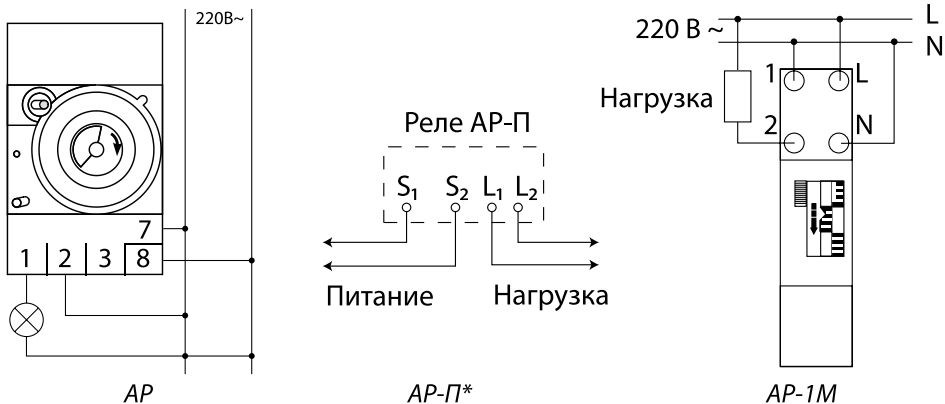

Рисунок 3. Электрические схемы подключения реле АР, АР-П и АР-1М
6.1. Подключение и установка текущего времени. Подать питание от сети переменного тока напряжением 220 В, частоты 50 Гц на контактные зажимы (см. рисунок 3):